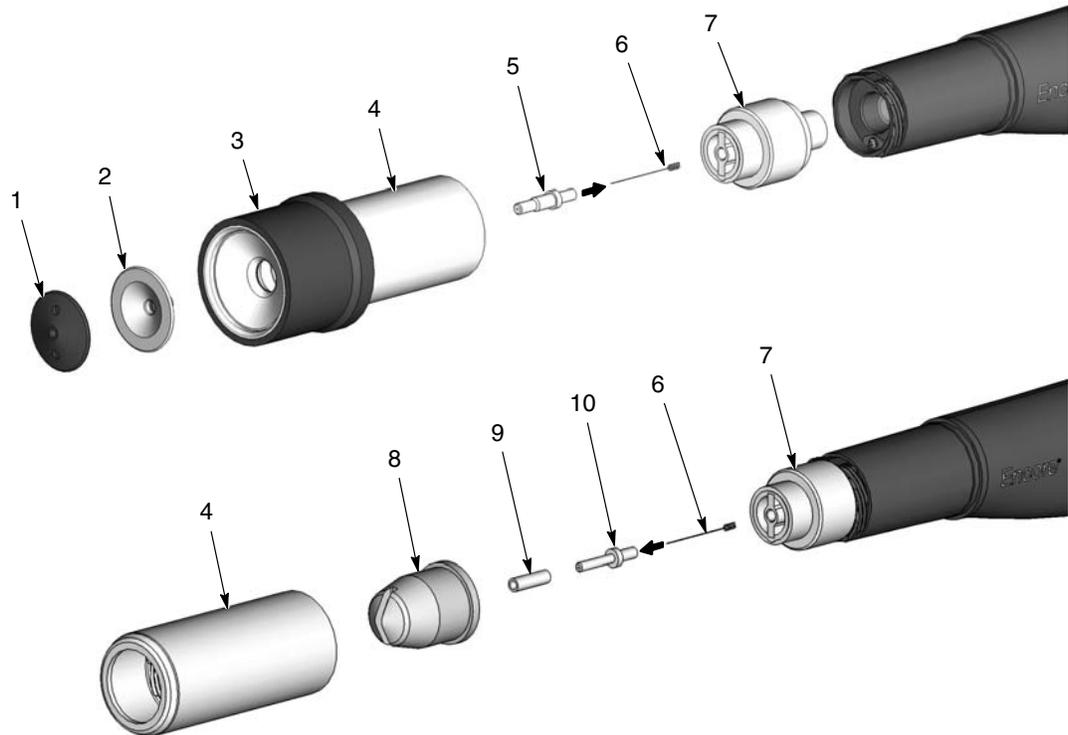

Figura 3-5 Cambio de boquilla de aplicación cónica a plana o de esquina
Ver la figura 3-5. Para cambiar de una boquilla cónica estándar a una boquilla de aplicación plana o de esquina, es necesario solicitar:
2. Ver la figura 3-5. Extraer la boquilla de la pistola: